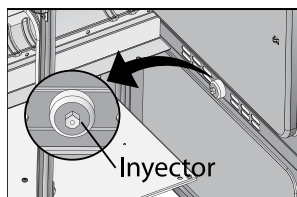

Figura 45
- Visualice el inyector ubicado en la parte inferior del horno. Con ayuda de una llave boca fija de 8 mm retire el inyector original e instale el inyector que compró usando un sellante de traba química fuerza media para evitar fugas (Ver figura 45).